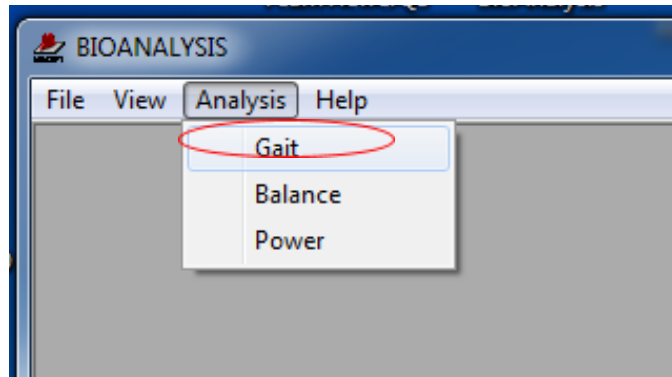

Figura 9 Pestaña Analysis del software BioAnalysis
- Para poder analizar la data guardada anteriormente, se procederá abrir el software BioAnalysis y para esto se necesita colocar la llave Sentinel, ya que sin esta no se podrá hacer uso del software. Al abrirse la ventana (Ver Figura 9), se escogerá el tipo de análisis que se quiere hacer: marcha, balance o fuerza (de lo que dependerá las gráficas que se podrán ver). Para este caso se mostrará un ejemplo de marcha, por lo que se busca la opción "Gait" en la opción "Analysis".
Para poder ver la data cruda entregada por las plataformas, se hace click en “Data” de la pestaña “View” (Ver Figura 9) y se mostrará la siguiente ventana (Ver Figura 14) donde se muestra los datos que ha sido capturado en el tiempo seleccionado.